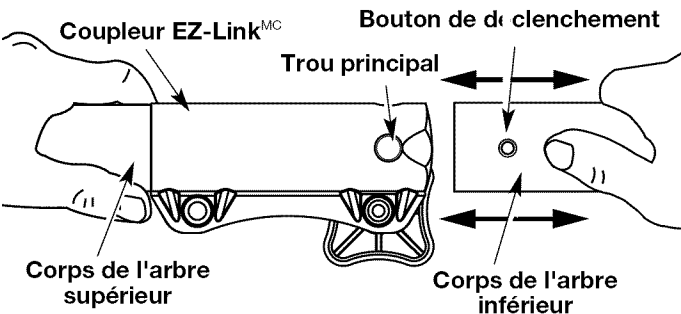

Fig. 17
2. Tenez fermement l'accessoire et enfoncez-le tout droit dans le coupleur EZ-LinkMC (Fig. 17).